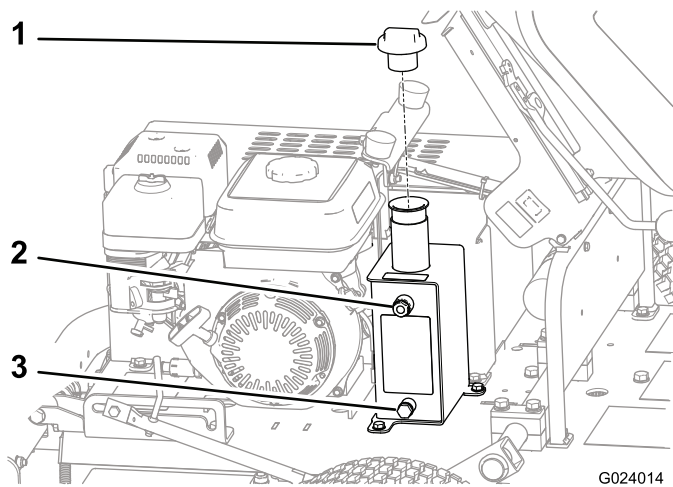

図 32
3. タンクの側面にある点検窓図 32から量を点検する。
4. オイルの量が不足している場合は、タンク上部にある補給口のキャップ図 32を取ってオイルを補給する。
1. 機体下にある油圧オイルドレンプラグの下に廃油受けを置く (図 32)。
2. トランスミッション側面にあるドレンプラグを抜いてオイルを抜く図 32。
8. オイルタンクのキャップを取る図 32。